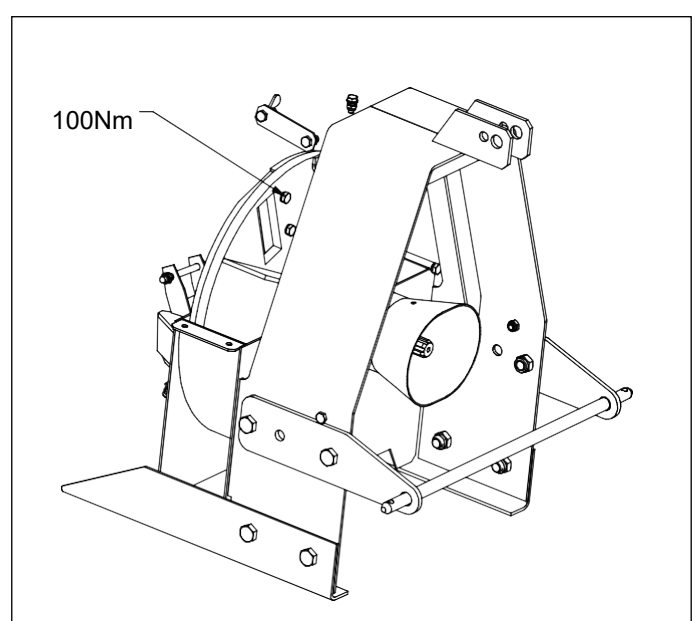

Fig 12. Rimozione dei bulloni di fissaggio del coltello
1. Rimuovere i bulloni di fissaggio dei coltelli (M12). Girare la chiave in modo tale che le mani non colpiscano il coltello se la chiave dovesse scivolare. Fig 12.